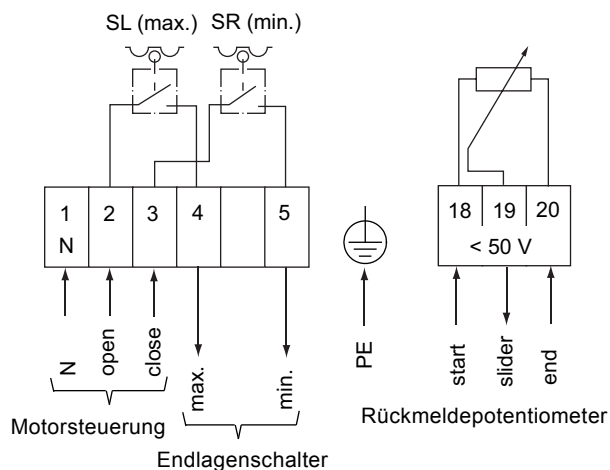

Abb. 20 Klemmenanschlussdiagramm Stellantrieb mit Potentiometer
- Elektrische Anschlüsse nach dem Schaltplan, siehe Abb. 20, vornehmen.